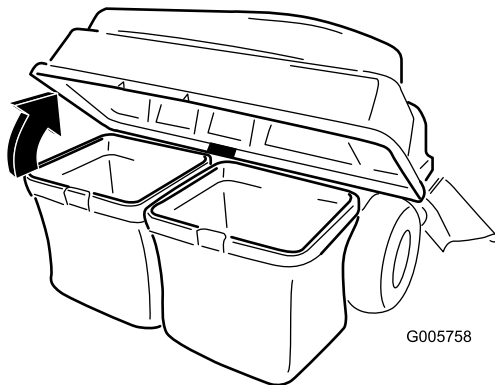

Figura 19
3. Abra (levante) la tapa del ensacador (Figura 19).